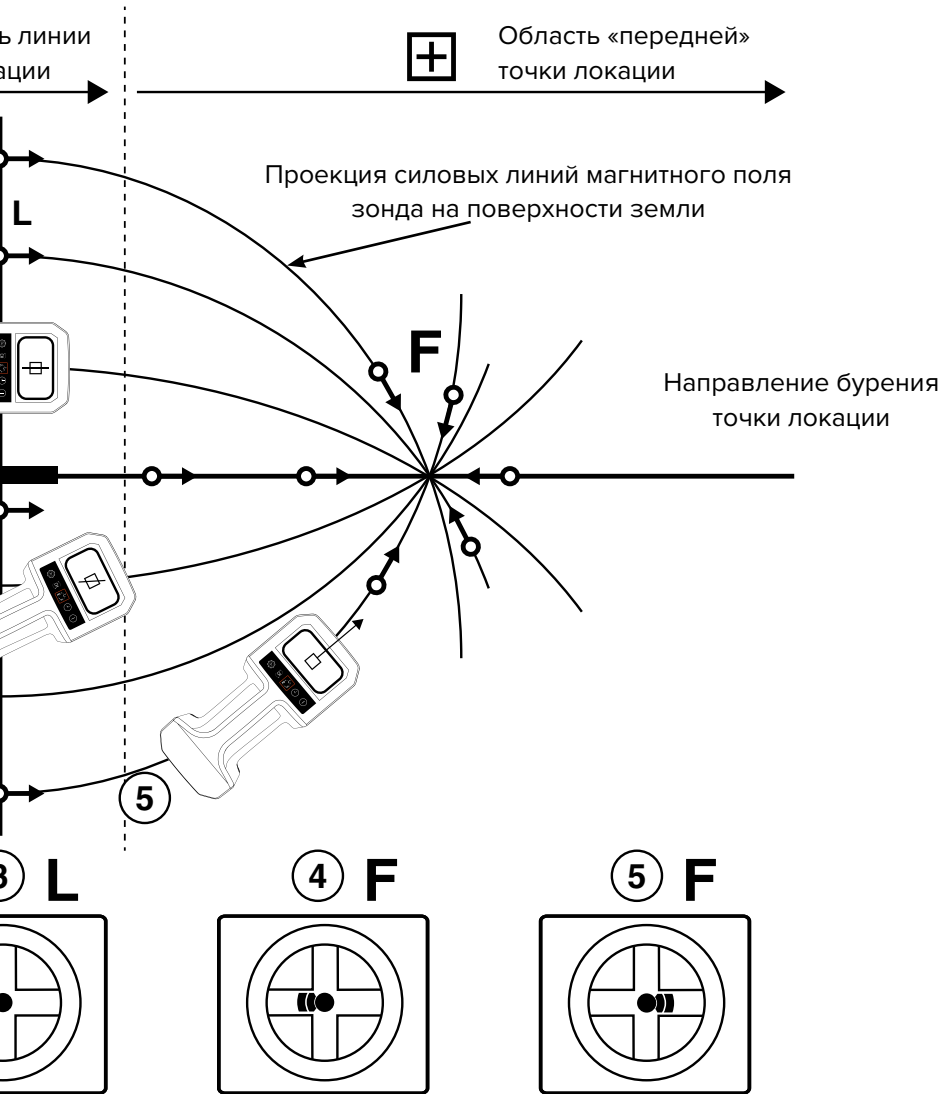

Рис.10. Отображение взаимных положений приемника и зонда на дисплее
Местоположение зонда под землей достоверно определяется по расположению двух характерных точек (R и F), а также линии (L) локации на поверхности земли, о которых говорилось в п. 5.2 (см. рис. 10).